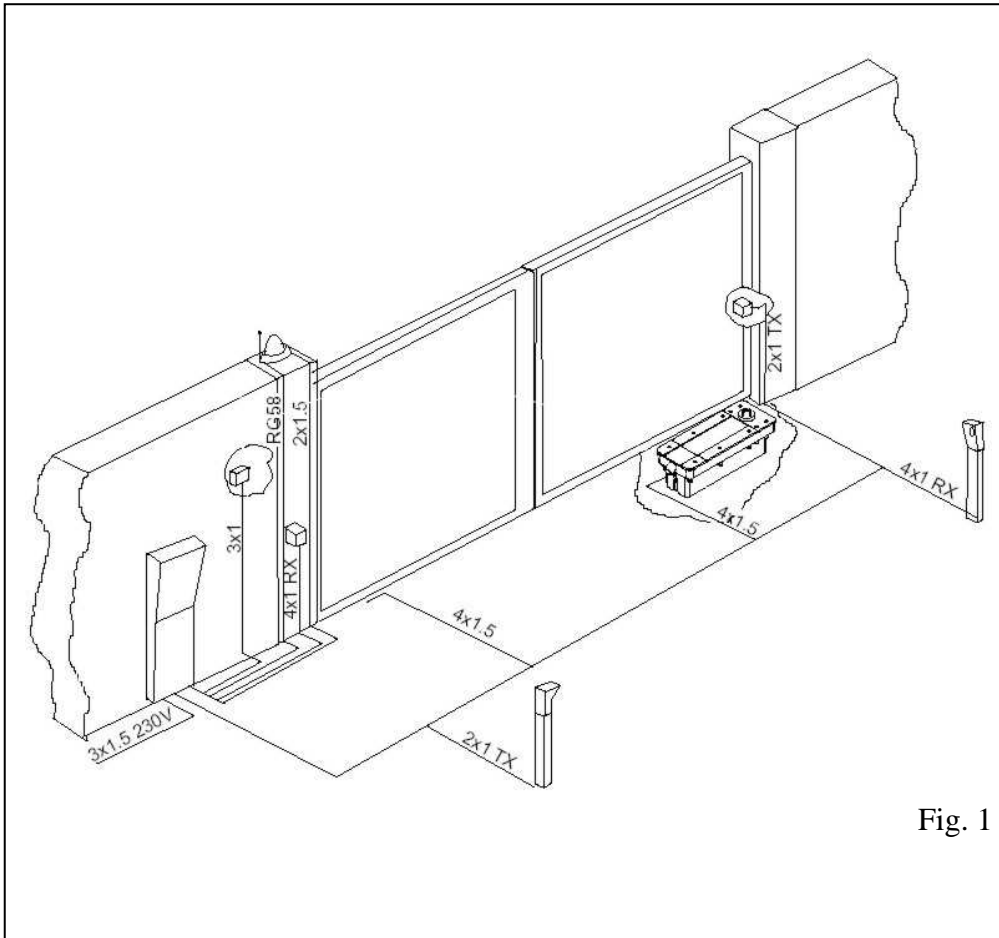

Fig. 1
To arrange electrical connections use following cables (see Fig.1):
Pour la prédiposition des branchements électriques on doit utiliser les câbles suivants (Fig. 1) :
Für die Vorbereitung den elektrischen Verbindungen benutzen diese Kabeln (siehe Bild 1) :
Por la prediposición de la conexión eléctrica utilizar los cables siguientes ( veer Fig.1) :
3. Turn the lever (Fig. 1)
3. Tourner le levier (Fig. 1).
Der Hebel umdrehen (Bild 1 – Fig.1).
Dar vuelta a la palanca (Fig.1).